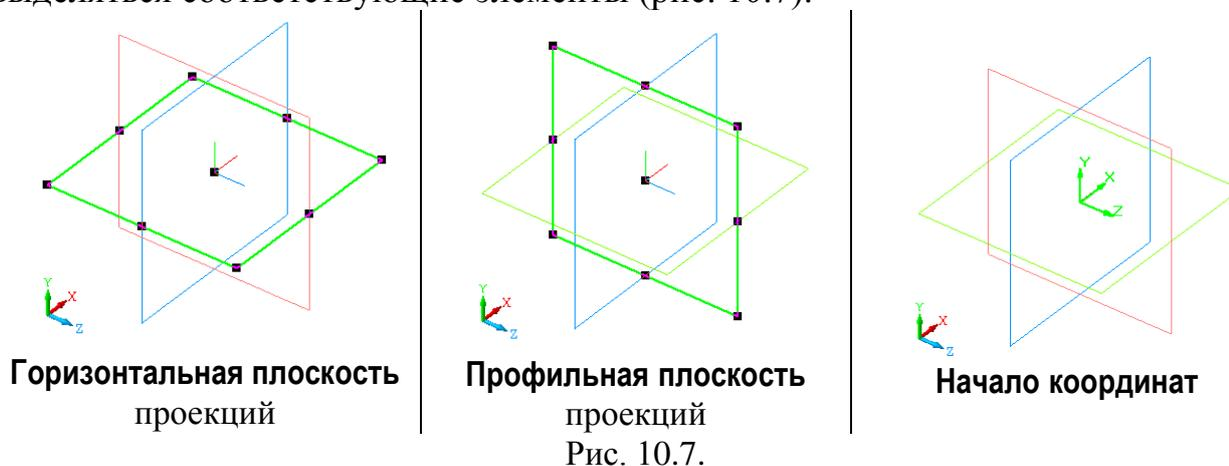

Рис. 10.7.
1.10. Последовательно выберите в дереве модели: **Горизонтальную плоскость**, **Профильную плоскость** и **Начало координат**. При этом будут выделяться соответствующие элементы (рис. 10.7).